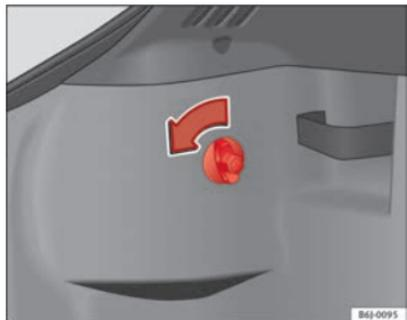

Abb. 152 Zugang zu den Rückleuchten
- Die Schraube von Hand oder mit einem Schraubendreher in Richtung des Pfeils ⇒ **Abb. 152** drehen.
- Den Stecker aus der Aufnahme (A) abnehmen ⇒ Abb. 152.